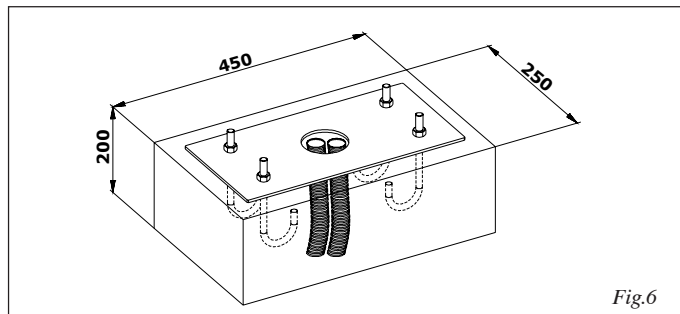

Fig.6
- eseguire un plinto di fondazione come da fig.6 (riferimento a terreno argilloso).
- murare la piastra di fondazione come da fig.6 prevedendo una o più guaine per il passaggio dei cavi elettrici.